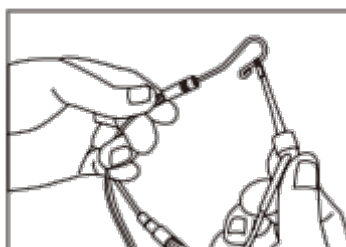

Figura 9 – Teste de funcionamento do localizador conectando gancho labial e clipe de lima.
C) Encoste a lima ao gancho labial conforme ilustrado na Figura 9. Quando a conexão estiver correta: